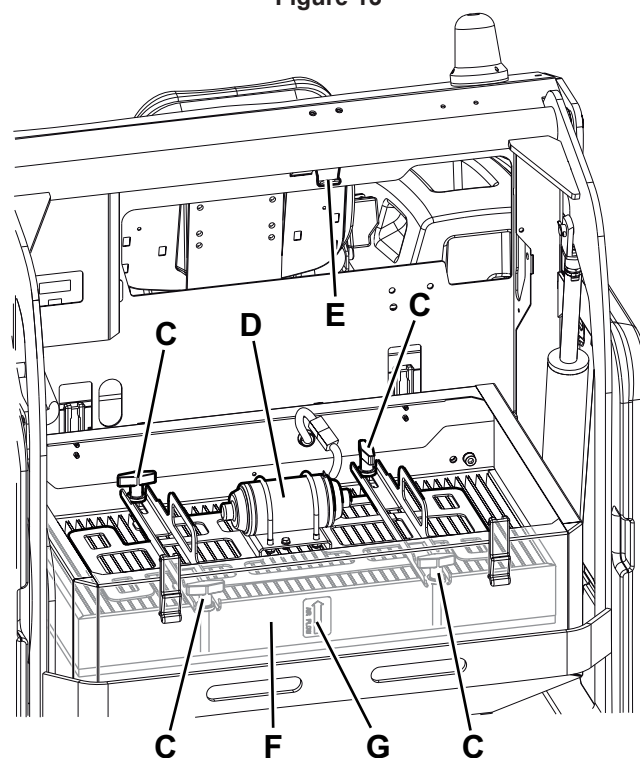

Figure 14
5. Dévisser les pommeaux (C, Fig. 14) et enlever le groupe secoueur (D).
6. Engager le groupe secoueur au support (E).
7. Soulever le filtre à poussière (F) pour l'enlever de la machine.
- Installer le filtre avec le tamis tourné vers le haut [flèche (G, Fig. 14) vers le haut].